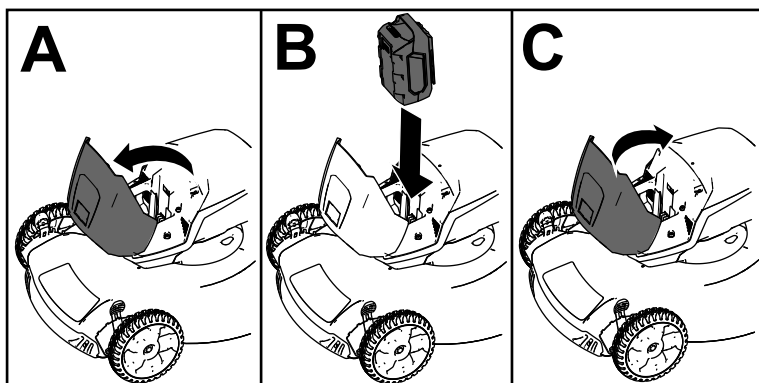

Figure 8
2. Soulevez le couvercle du compartiment de la batterie (A de la Figure 8).
3. Placez le creux dans la batterie en face de la languette sur la machine, et glissez la batterie dans le compartiment jusqu'à ce qu'elle s'enclenche en position (B de la Figure 8).
4. Refermez le couvercle du compartiment de la batterie (C de la Figure 8).